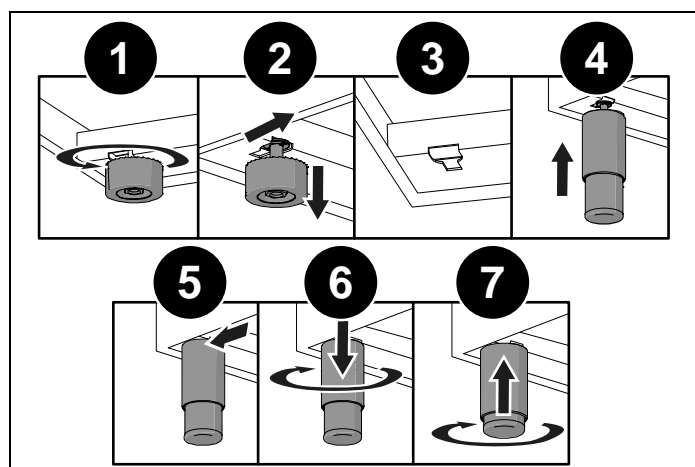

Fig. 8
- smontare i supporti (1 e 2, Fig. 8),
- inserire i piedini nello scasso a chiave sulla parte inferiore dell'apparecchio (3 e 4, Fig. 8),
- avvitare i piedini fino a fissarli stabilmente alla base (5 e 6, Fig. 8),
Regolare l'altezza dei piedini alla giusta altezza (7, Fig. 8).
Quando si abbassa l'apparecchio, evitare di mantenere lo sforzo sui piedini (Fig. 8). Si suggerisce di usare uno spessore sulla base o un pallet per evitare di inclinare la cucina.